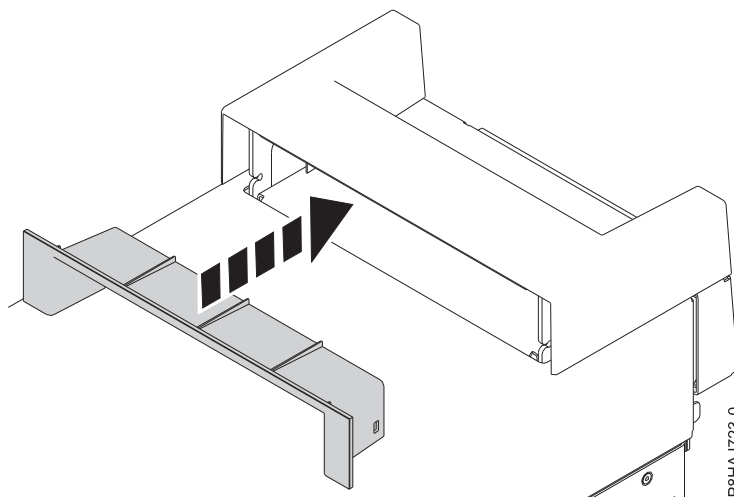

Figure 32. Insertion de la pièce plastique dans la poignée sur un système autonome 8286-41A
2. Insérez la pièce plastique (garniture intérieure) dans la poignée en la poussant fermement comme illustré figure 32.